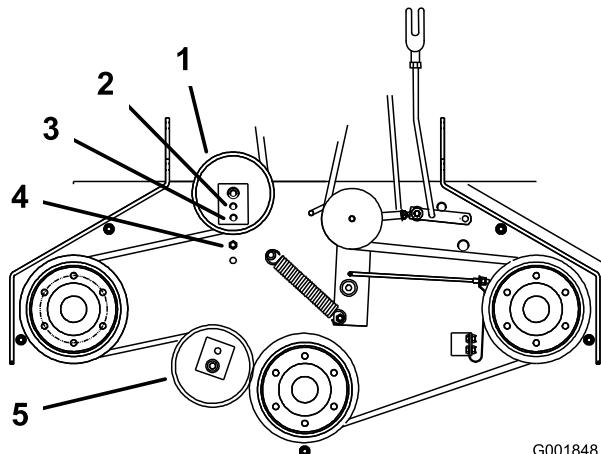

Figure 45
6. S'il n'est plus possible de régler le tendeur et que la courroie est encore détendue, il faut alors repositionner la poulie de tension arrière dans le trou central ou avant (Figure 45). Utilisez le trou qui donnera le réglage correct.
7. Lorsque la poulie de tension est déplacée, le guide de courroie doit l'être également. Placez le guide de courroie à la position avant (Figure 45).